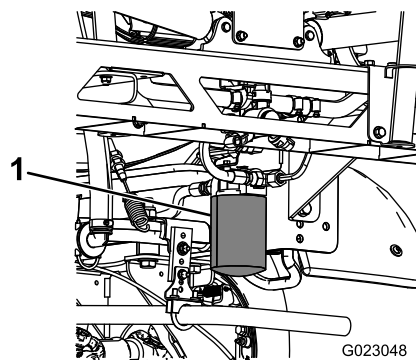

Bild 40
4. Entfernen Sie den Filter (Bild 40).